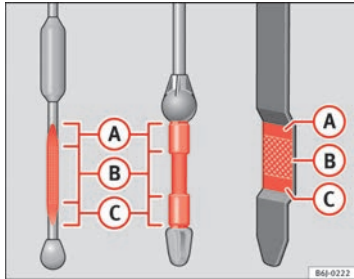

Abb. 118 Ölmesstab
Der Ölmesstab zeigt den Motorölstand an. ⇒ Abb. 118.
- Der Ölstand darf keinesfalls oberhalb des Bereichs A ⇒ Abb. 118 liegen. Gefahr von Schäden an der Abgasanlage!